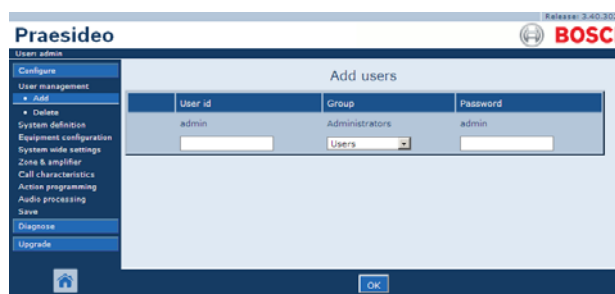

рисунок 42.2: Добавление пользователя, шаг 1
- 1 Перейдите *Configure > User management Add*. В основной части веб-интерфейса откроется экран, подобный экрану, приведенному на рисунок 42.2.